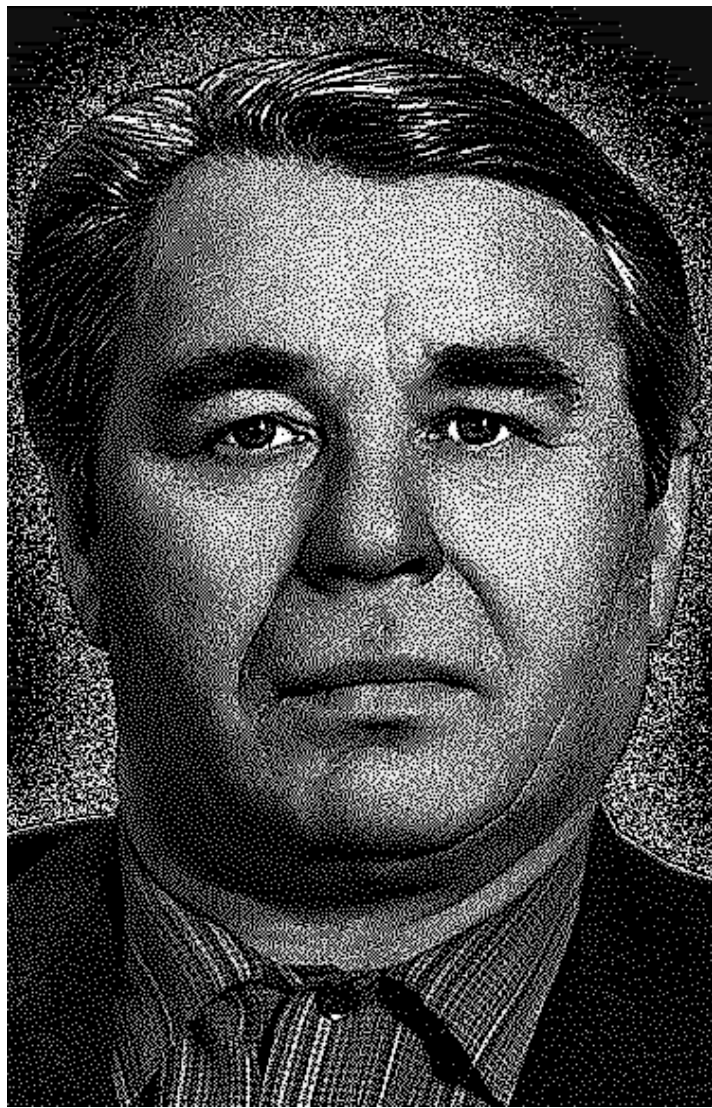

Рис. 4.3. Портрет после ретуши в программе Grave.
- портрет в программе Grave после ретуши (Рис. 4.3).